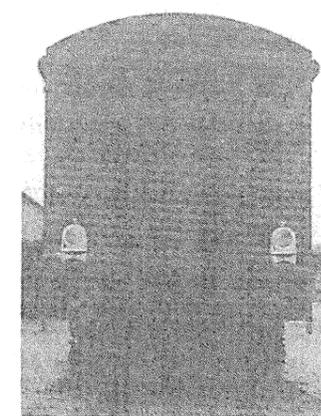

Figure 2
- la nuit, elle est constituée par deux feux rouges placés sur une ligne horizontale, donnés par deux lanternes de queue allumées (fig. 2)